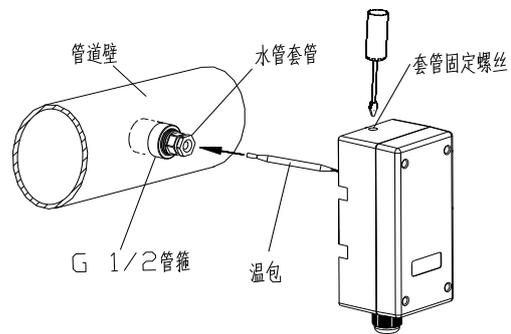

图 4
3. 水管型安装：见图 4，配合使用管箍安装(包装盒内含管箍)。首先把管箍与管道密封焊接(管道开孔建议尺寸 $\Phi 27.5\text{mm}$)，再把套管装入管箍并保证密封。将感温包装入套管底部，把控制器与套管卡入装配，拧紧套管固定螺丝固定紧控制器。整个安装过程中，应确保管箍与管道密封，套管与管箍的装配密封。